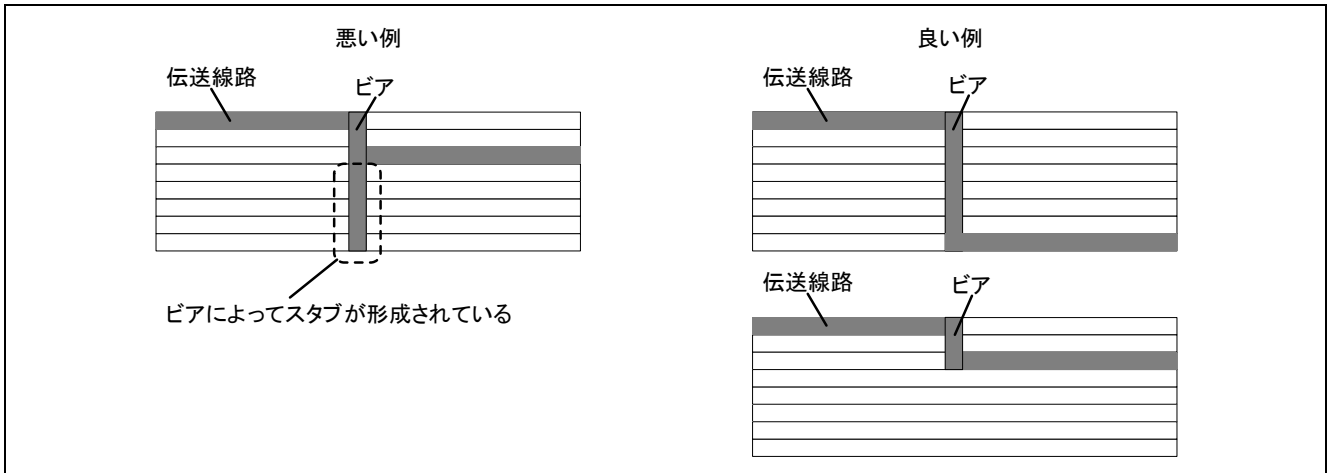

図 2.1 ビアによるスタブ形成例
- また、ビアによってスタブが形成されないようにしてください。図 2.1 にビアによるスタブ形成の例を示します。